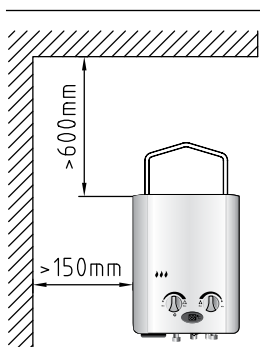
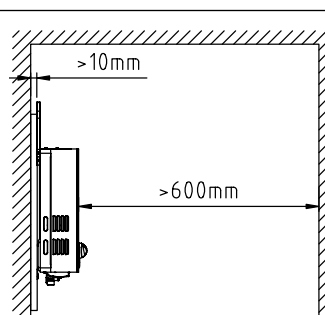

Fig. 2
Fig. 3
- Distances de dégagement : voir la fig. 2 et fig. 3.